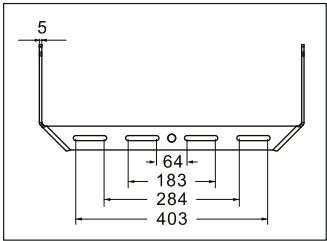

Рис. 1
- 5.11 Подготовьте пять отверстий для установки лиры на опорной конструкции, согласно отверстиям на лире (рис. 1).